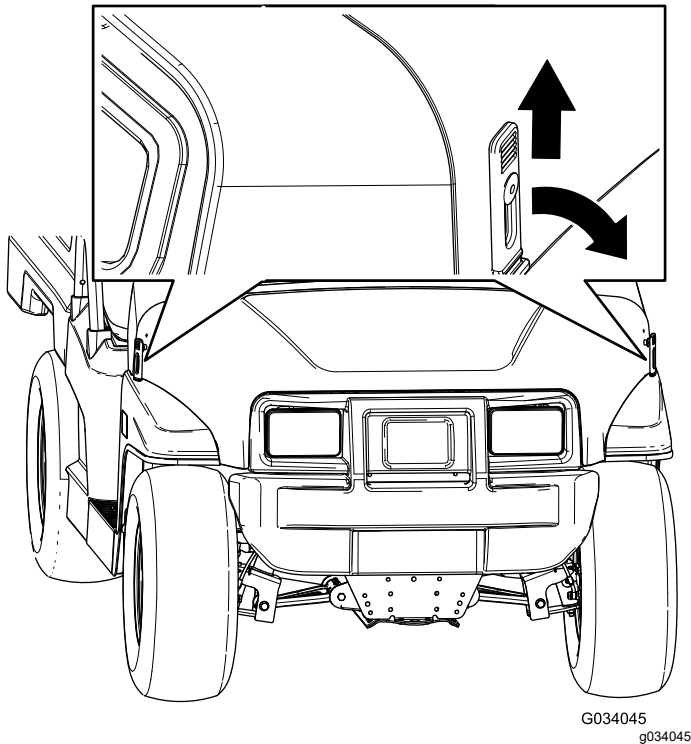

Bild 24
1. Heben Sie den Hebel der Gummriegel an jeder Seite der Motorhaube an (Bild 24).
2. Fluchten Sie die Gummriegel auf den Riegelankern an jeder Seite der Motorhaube aus, um die Motorhaube zu befestigen (Bild 24).